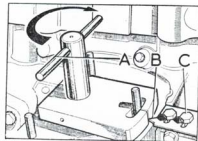

Fig. 77. Indicador para puesta a punto.
- 2.º El indicador para puesta a punto, A (fig. 77) se introducirá en el mecanismo de mando de la bomba, y se girará el mando del indicador en el sentido que señala la flecha, para eliminar el huelgo entre los dientes de los piñones. Manteniéndolo en esta posición, se aflojarán los tornillos, C, si fuese necesario, que fijan el índice de referencia, B, de puesta a punto, y se desplazará éste lo necesario para hacerlo coincidir con la marca de referencia del indicador, A.